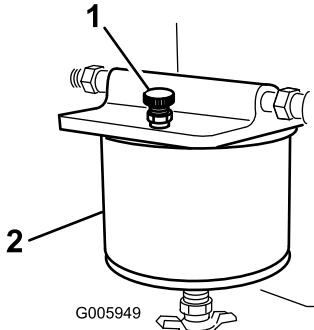

図 32
- 3. 燃料フィルタ上部についているエア抜きねじを開くと、ボウルに燃料が流れ込んでくる（図 32）。